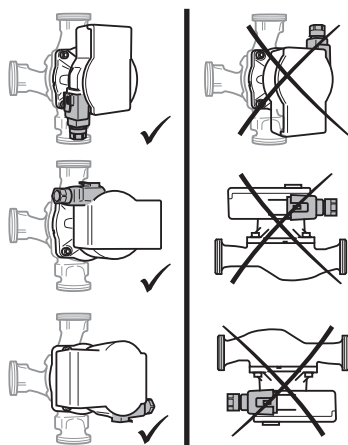

Fig. 2: Posiciones de instalación
- Seleccionar el lugar de instalación según la posición de instalación permitida (Fig. 2).
- Respete la posición de montaje (Fig. 2) permitida de la bomba y, si es necesario, gire el cabezal motor (2+6).
- ATENCIÓN** El agua procedente de escapes puede dañar el módulo de regulación. Orientar la válvula de corte superior de forma que, en caso de que se produzca un escape de agua, no gotee sobre el módulo de regulación (6).
- Sostenga el cabezal motor (2+6) y extraiga los 4 tornillos de la carcasa (5).
- Respetar la posición de instalación (Fig. 2) permitida de la bomba y la el sentido del flujo de la carcasa de la bomba (1).
- Atornille los 4 tornillos de la carcasa (5).